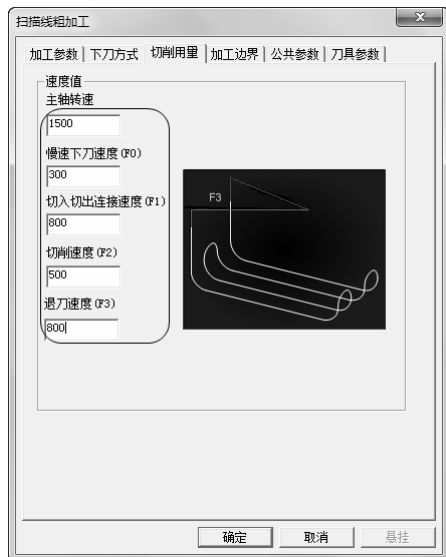

图 3-54 “切削用量”选项卡
3) 单击“切削用量”选项卡，设置“主轴转速”、“慢速下刀速度”、“切入切出连接速度”、“切削速度”、“退刀速度”，具体参数数值如图 3-54 所示。